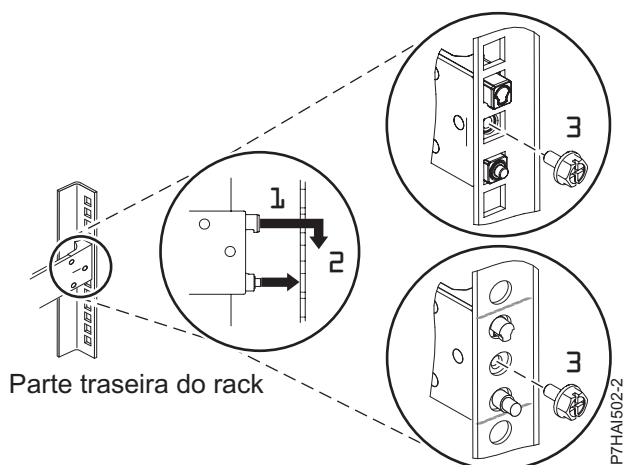

Figura 20. Alinhando e Encaixando os Pinos nos Orifícios na Parte Traseira do Rack
3. Alinhe os dois pinos localizados na parte traseira do trilho deslizante com os orifícios superior e inferior na unidade EIA selecionada, que foi marcada anteriormente. Puxe o trilho deslizante em sua direção para inserir os dois pinos nos orifícios do rack (1) e abaixe o trilho deslizante para baixo (2) para encaixar o gancho no pino superior. Para obter detalhes, consulte Figura 20 na página 22. Assegure-se de que os dois pinos apareçam através dos orifícios do rack antes de prosseguir para a próxima etapa.